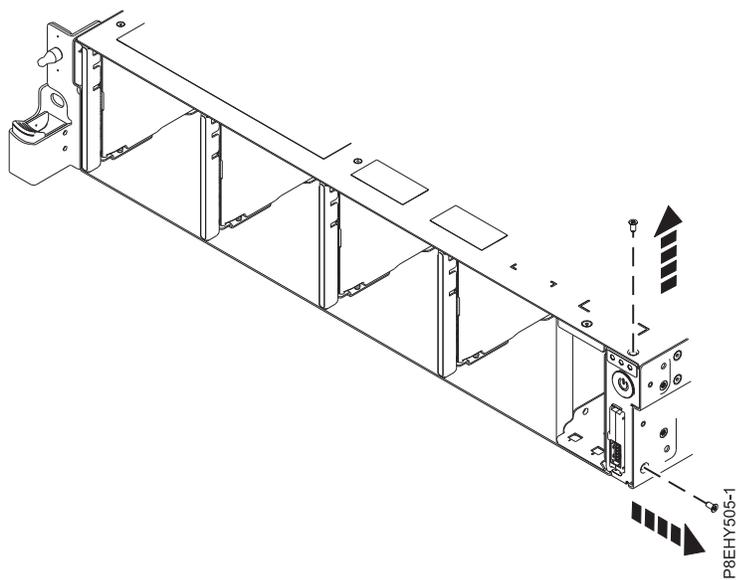

図 21. 上下のねじの取り外し
8. 電源スイッチから上下のねじを取り外します。 図 21を参照してください。